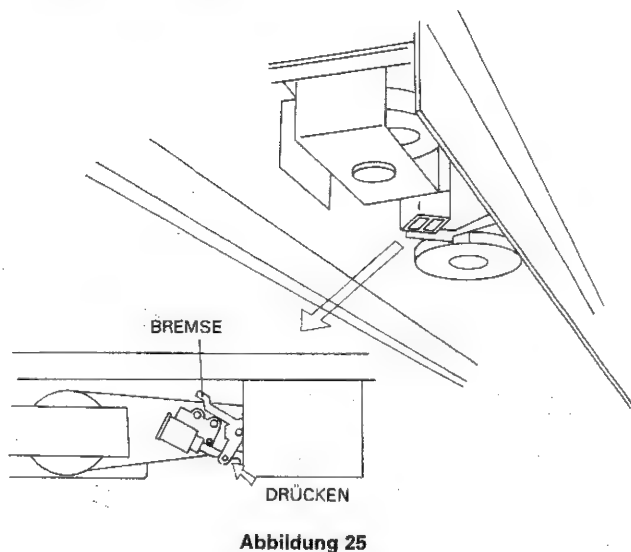

Abbildung 25
- (9) Den Bremsmagnetschalter unter der rechten Seite der Blatttafel drücken, um die Bremse freizugeben. Das weißblatt von Hand langsam herausziehen. (Abbildung 25)